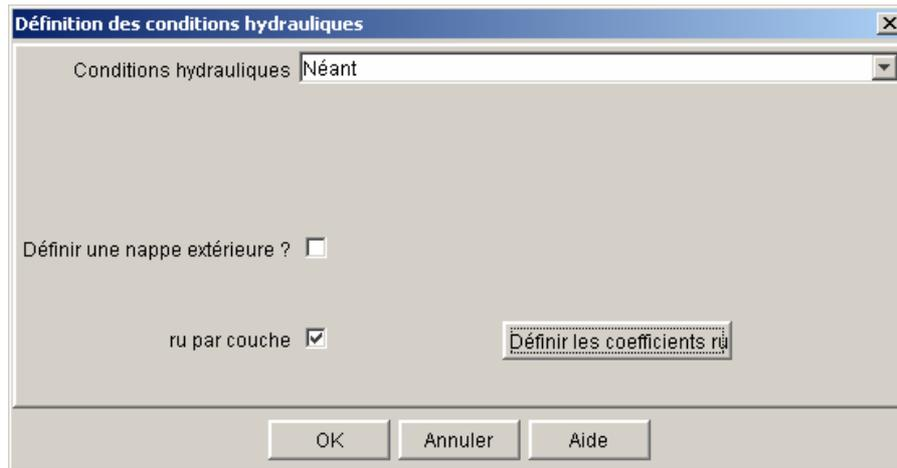

Figure 92 : définition de coefficients ru pour les couches de sol
- Par des coefficients ru pour les couches de sol (voir la notice technique de ce manuel pour la signification de ce paramètre) : cette option peut être utilisée seule (Figure 92, conditions hydrauliques à "Néant"), ou en complément de l'un des types de conditions hydrauliques décrit précédemment.